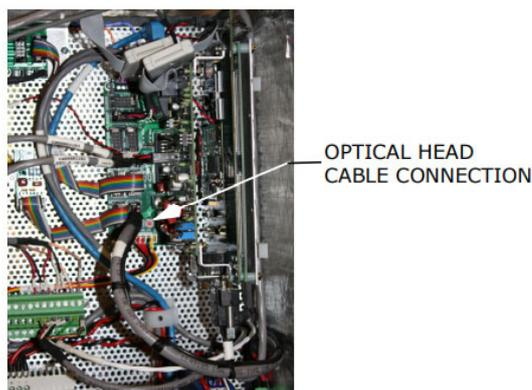

Figura 33. Conexão de cabo do cabeçote óptico
- ▶ O conector de cabo do cabeçote óptico servirá em diversas aberturas diferentes. Certifique-se de que a tomada correta seja usada. Consulte a Figura 33 abaixo.